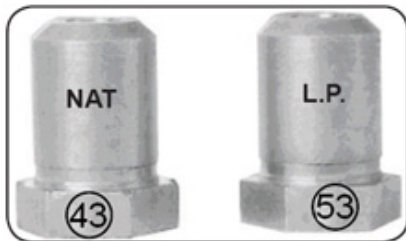

Fig. 5
3. Changer l'injecteur dans le robinet. **REMARQUE** : Le numéro de modèle figure sur le côté de l'injecteur (Fig. 5).